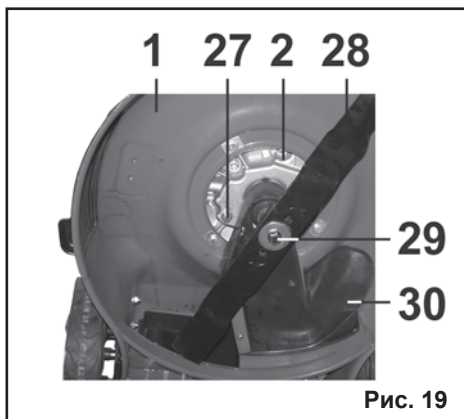

Рис. 19
9.7. Замена режущего ножа (Рис.19)